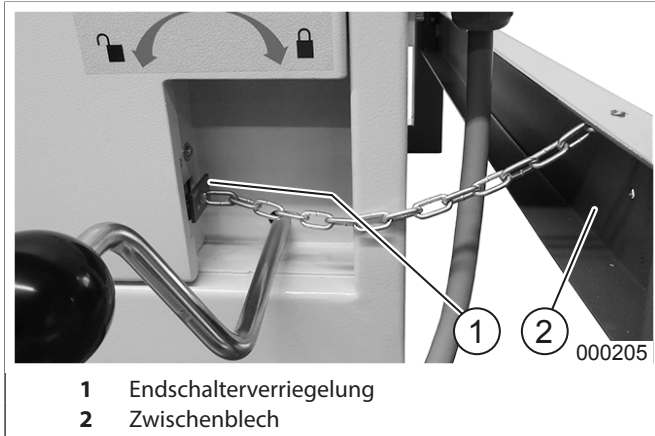

Abb. 4 Endschalterverriegelung
2. Das Kettenende der dem Verdichter beigelegten Endschalterverriegelung (Abb. 4/1) am Zwischenblech (Abb. 4/2) des Shredder-Untergestelles in den dafür vorgesehenen Bohrungen befestigen.
3. Den Betätiger (Spezialschlüssel) der Endschalterverriegelung (Abb. 4/1) in den Endschalter am Verdichter einstecken.